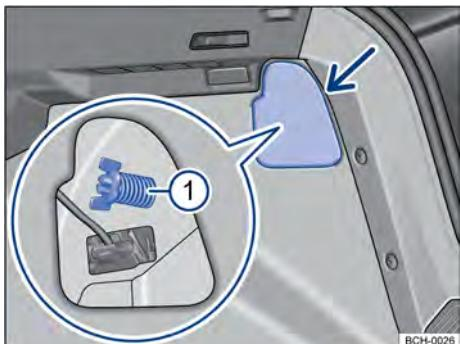

Fig. 165 No compartimento de bagagem: desinstalar cobertura e retirar o parafuso borboleta  (lupa).
-  Para abrir a cobertura da lanterna, girar a trava → Fig. 165 (seta).
-  Segurar a lanterna traseira na posição de montagem com uma das mãos e apertar com a outra o parafuso borboleta → Fig. 165 .